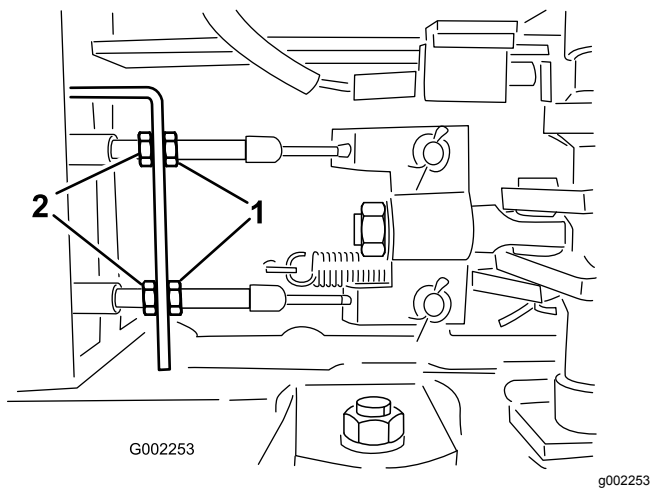

Figure 57
5. Desserrez les écrous avant sur les câbles de frein, sous l'extrémité avant du pulvérisateur (Figure 57).
6. Serrez les écrous arrière uniformément jusqu'à ce que la pédale s'enfonce de 1 à 2 cm avant que vous sentiez une résistance (Figure 57).